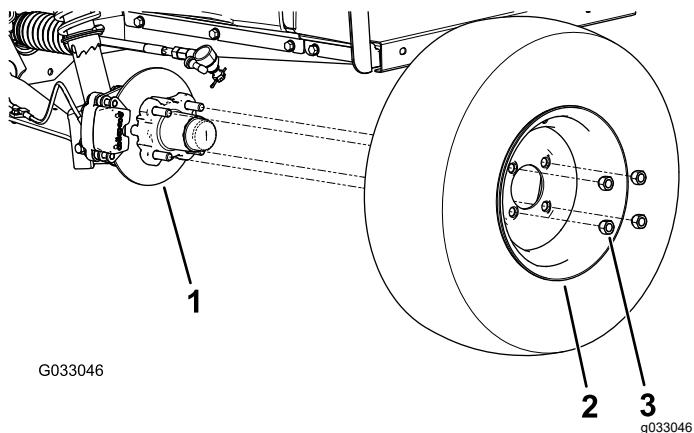

Figure 28
2. Retirez les 4 écrous de roue qui fixent la roue au moyeu (Figure 28).
- Alignez les trous dans la roue et les goujons du moyeu puis montez la roue sur le moyeu en plaçant la valve à l'extérieur (Figure 28).
Fixez la roue au moyeu avec les écrous de roue (Figure 28). Serrez les écrous de roues à un couple de 108 à 122 N·m.